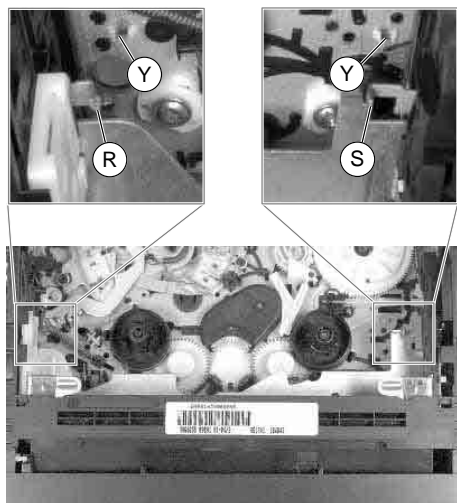
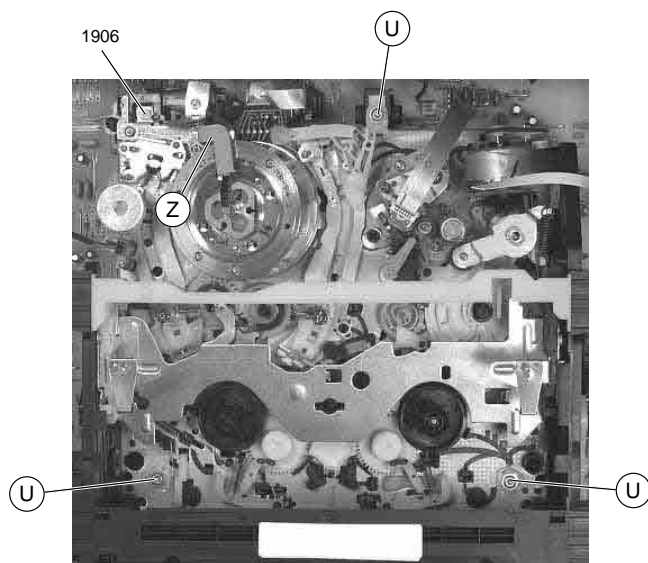

Fig. 11
Fig. 12
- Défaire les verrous (R) et (S) (Fig. 11) du logement de cassette et pousser celui-ci suffisamment vers l'intérieur pour rendre les vis (U) accessibles (Fig. 12).
- Dévisser les vis (U) (Fig. 12).
- Release the locks (R) and (S) (Fig. 11) of the cassette compartment and move it inwards to gain access to the screws (U) (Fig. 12).
- Undo the screws (U) (Fig. 12).
- Soulever légèrement avec précaution la mécanique près du support (Z) (Fig. 12), de façon à défaire le connecteur 1506 entre la platine mécanique et le C.I. principal.
- Décrocher les ergots (Y) (Fig. 11) et retirer la platine mécanique du magnétoscope.
- Lift the Drive Mechanism carefully by a small amount at holder (Z) (Fig. 12) to disengage the plug-in connection 1506 between the Drive Mechanism and the Family Board.
- Disengage the locking lugs (Y) (Fig. 11) and remove the Drive Mechanism.